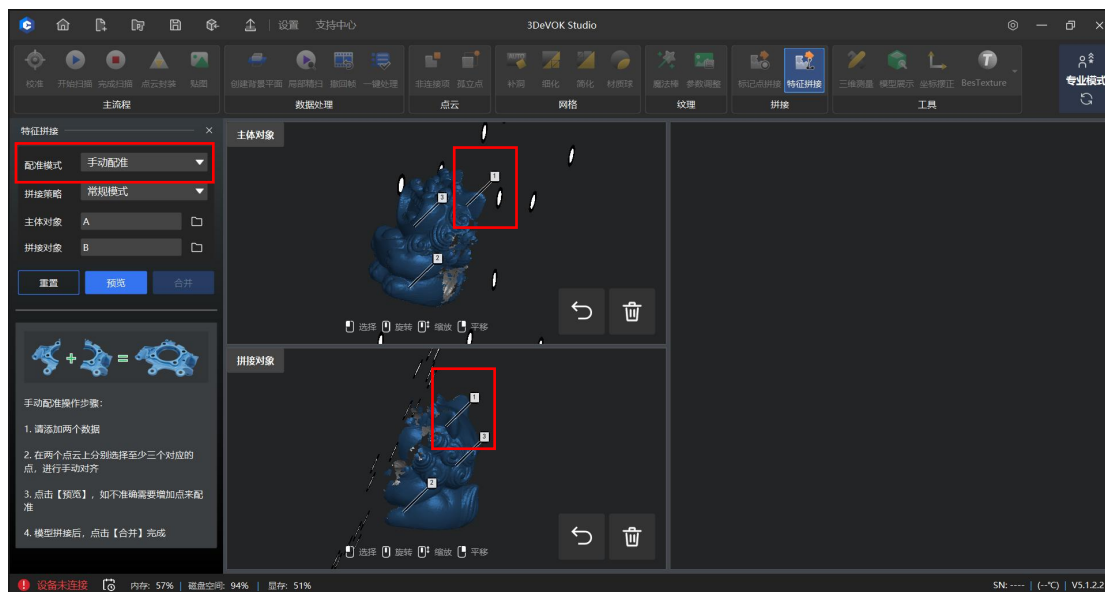

图 9-4 手动配准-选择模型共同特征点
5. 对于几何特征较弱的物体，可以在软件左上角“配准模式”中，将“自动配准”切换为“手动配准”，并在 A 和 B 之间分别找到相同的三个或以上点位，鼠标左键单击选中特征点，如图 9-4 所示；如果不慎错选特征点，可以点击删除按钮，然后再次选择，直到在两个模型上顺利选出三组及以上相似点位。